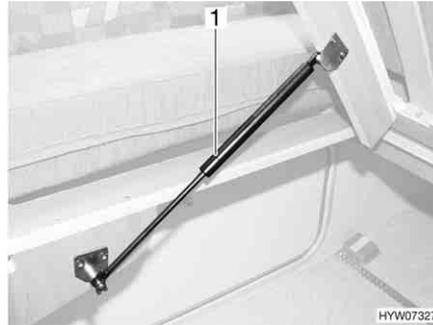

Bild 112 Festes Bett
- Lattenrost anheben. Die Gasdruck-Federn (Bild 112,1) halten den Lattenrost in geöffneter Stellung.